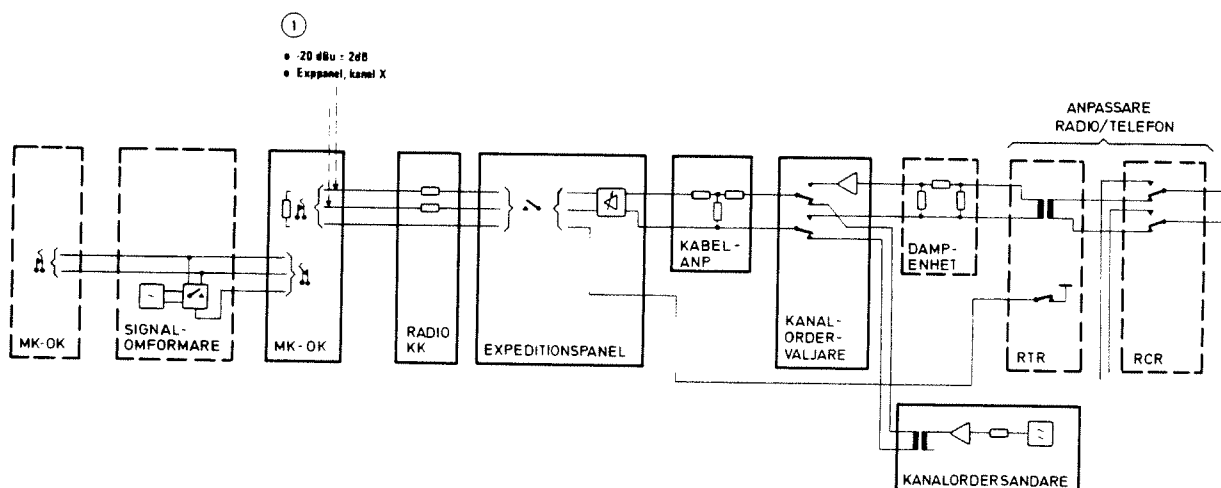

Bild 8
- Anslut nivåmetern till den aktuella expeditionsomkopplarens jack, pos 1 bild 8, i MK-OK. Anslut ett motstånd på 600 ohm parallellt med nivåmetern.